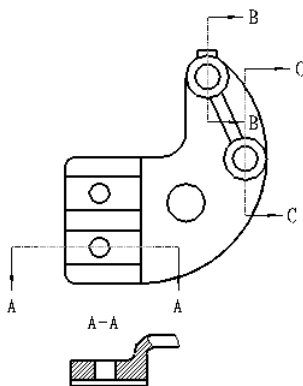

图 8.1.12 俯视图
Stage6. 创建图 8.1.12 所示的俯视图
Step1. 选取图 8.1.12 所示的主视图, 然后在 **布局**  **投影...** 命令。
(1) 在“绘图视图”对话框中, 选取 **类别** 区域中的 **可见区域** 选项, 在 **视图可见性** 下拉列表表中选取 **局部视图** 选项。